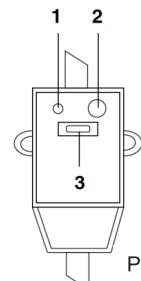

Рис.6
- Вставьте вилку водонагревателя в розетку, после этого загорятся индикаторы работы. Это означает, что водонагреватель включен и на него подается питание. Чтобы проверить работу защитного устройства, При подключении к электрической сети питания на лицевой стороне УЗО загорится индикатор «Питание» (1); Для тестирования УЗО нажмите кнопку «Тест» (2). Индикатор Питания (1) будет отключен; для перезапуска УЗО нажмите кнопку «Перезапуск» (3) (см. Рис.6). Если в процессе эксплуатации произойдет утечка тока, устройство защитного отключения автоматически отреагирует на это и отключит питание водонагревателя. Если после аварийного отключения кнопка перезапуска (3) не может быть нажата, это означает, что устройство неисправно. Если кнопка перезапуска (3) клацается сразу после нажатия, это означает, что утечка тока не устранена или что устройство неисправно. В вышеперечисленных случаях для устранения дефекта необходимо обратиться к квалифицированному специалисту из службы сервиса за помощью.